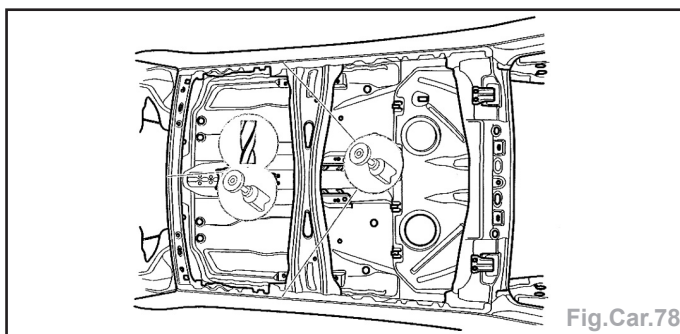

Fig.Car.78
- Fraiser et meuler les points de soudures électrique (Fig.Car.78).